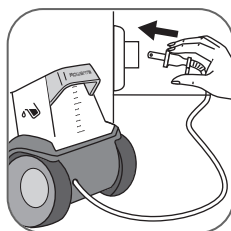

fig. 11
- Branchez la fiche d'alimentation. (**fig. 11**)